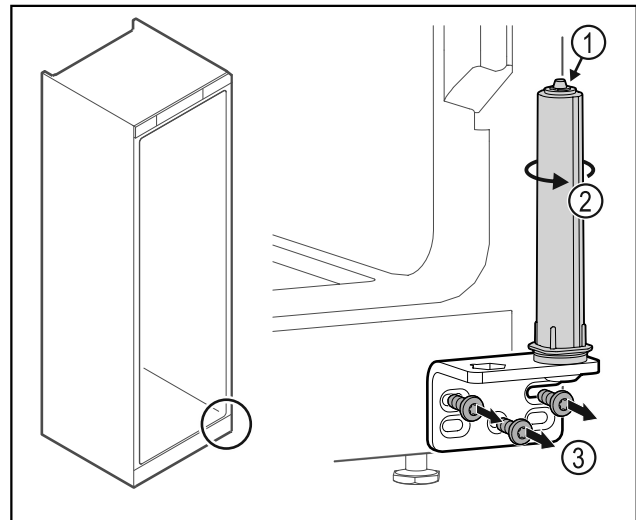

Fig. 38
- ▶ Ikke ta fra hverandre dørlukkesystemet Fig. 38 (1).
- ▶ Drei på lukkesystemet Fig. 38 (2) til det sier klikk.
- ▶ Skru av hengselvinkelen Fig. 38 (3).